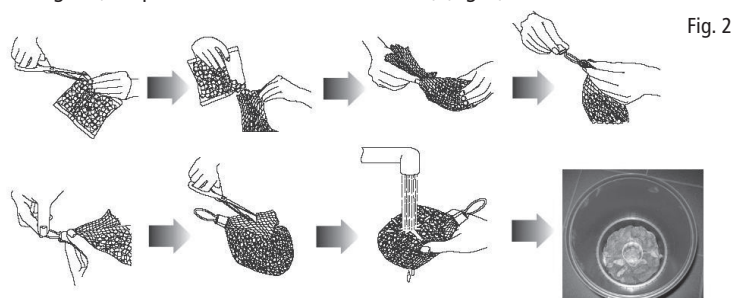

Fig. 2
- Os Meios biológicos têm de ser colocados na Caixa do filtro, conforme indicado na imagem (excepto Pressure-Flo 1000/3000 UV-C) (Fig. 2).